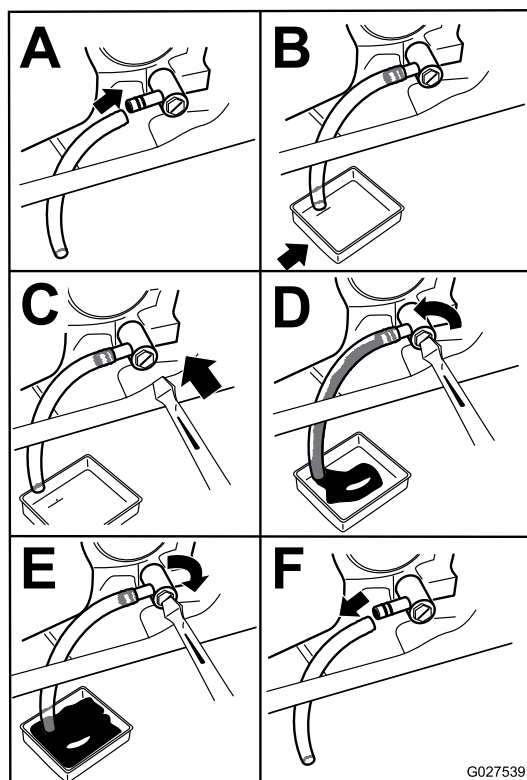

Figura 46
3. Desligue o motor, retire a chave e aguarde até que todas as partes em movimento parem antes de sair da posição de operação (Figura 46).